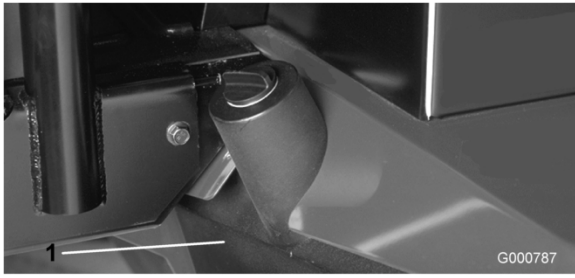

Figure 64
2. Retirez le bouchon de vidange au fond du réservoir (Figure 64) et laissez couler le liquide hydraulique dans un bac de vidange. Revissez le bouchon de vidange en place lorsque tout le liquide s'est écoulé.